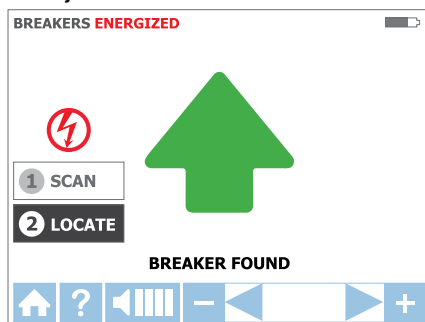

Figure 3.3e
3. Rebalayez tous les disjoncteurs jusqu'à ce qu'une flèche verte fixe et une alerte sonore (bip continu) indiquent que le disjoncteur correct a été trouvé. (Voir figure 3.3e)